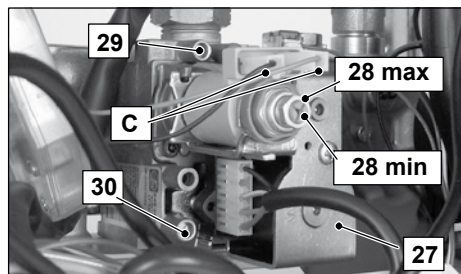

Figura 7.3
- A caldaia spenta (fuori servizio), controllare la pressione di alimentazione utilizzando la presa 30 in Figura 7.3 e confrontare il valore letto con quelli riportati nella tabella Pressioni di alimentazione gas nella sezione "Dati tecnici" pag. 20.
- Richiudere bene la presa di pressione 30 in Figura 7.3.
- Aprire la presa di pressione 29 in Figura 7.3 e collegare un manometro.
Per tarare la pressione al bruciatore agire sul dado esagonale grande in ottone dell'operatore modulante 28 max in Figura 7.3 (ruotando in senso orario la pressione aumenta).
- Sconnettere il filo di alimentazione C dell'operatore modulante 28. Fare attenzione che non vada a toccare le parti metalliche della caldaia Figura 7.3
- Collegare il filo di alimentazione C dell'operatore modulante Figura 7.3
- Chiudere la presa di pressione 29 in Figura 7.3
IMPORTANTE: Dopo ogni misurazione delle pressioni gas, richiudere bene le prese di pressione utilizzate (30 e 29 in Figura 7.3). Dopo ogni operazione di regolazione gas gli organi di regolazione della valvola devono essere sigillati.